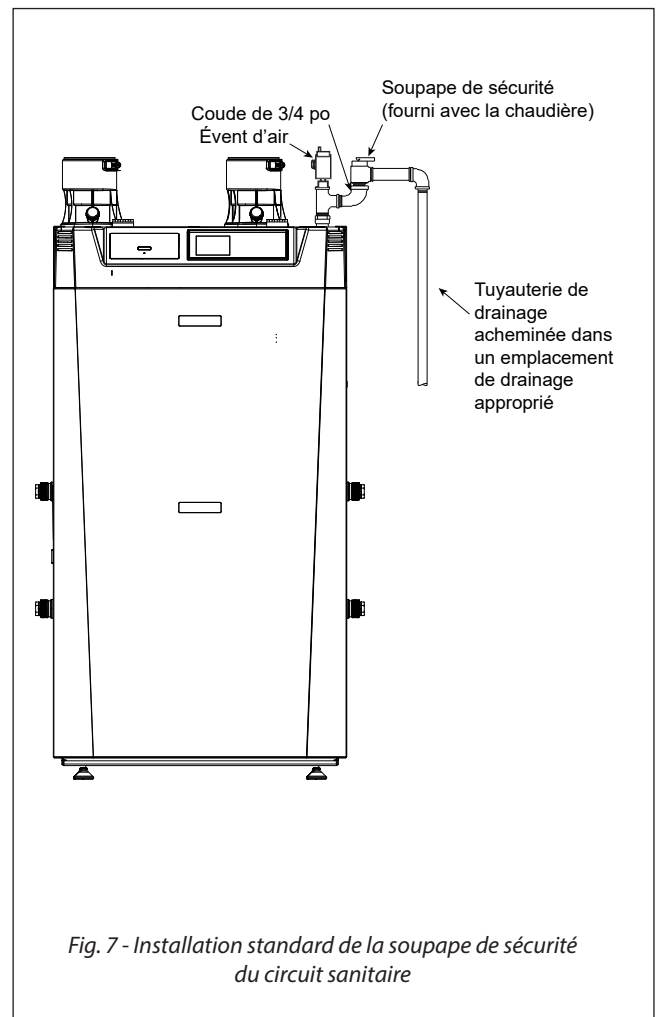

Fig. 7 - Installation standard de la soupape de sécurité du circuit sanitaire
1. La chaudière Instinct FSB est vendue avec une soupape de sécurité de 30 psi et elle doit être canalisée à l'aide du raccord de soupape de sécurité illustré à la *fig. 7 ci-dessous*.